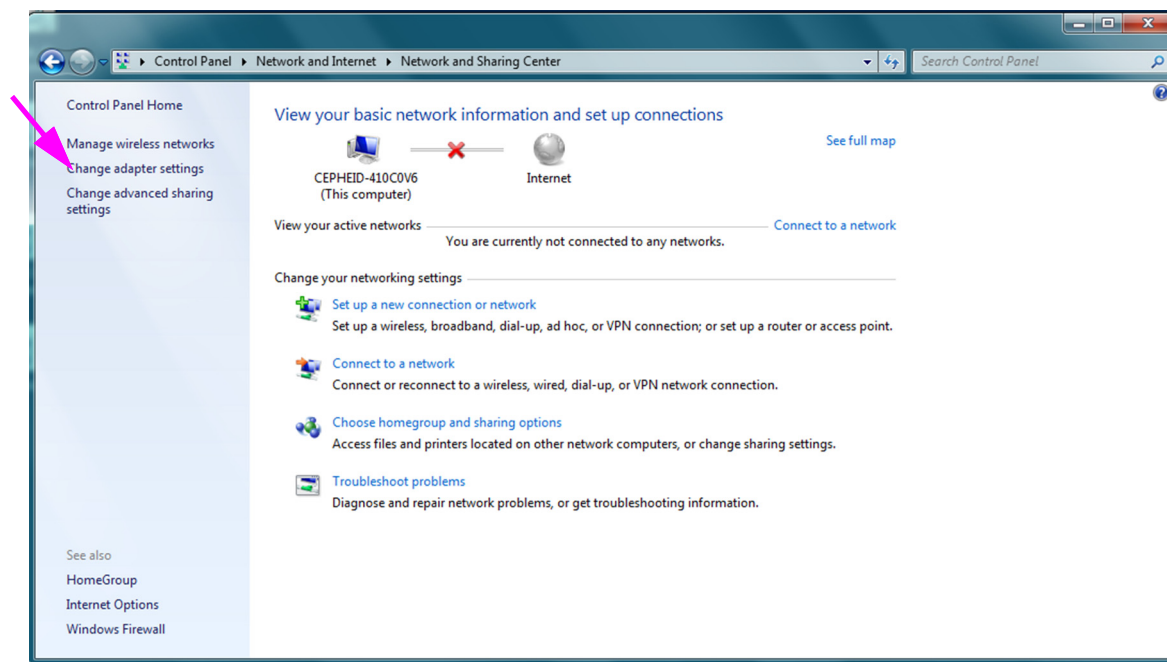

Figura 2-38. Ecranul Centru rețea și partajare
4. Faceți clic pe **Vizualizați starea și activitățile rețelei (View network status and tasks)**. Se afișează ecranul **Centru rețea și partajare (Network and Sharing Center)**. Consultați Figura 2-38.